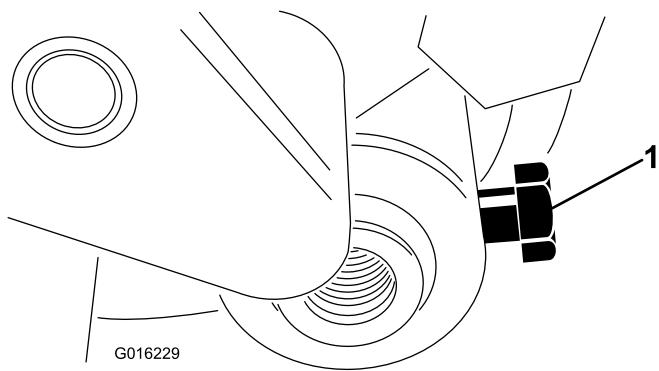

Figura 28
3. Afloje el perno que sujetla el eje del rodillo al brazo de ajuste de la altura de corte (Figura 28).